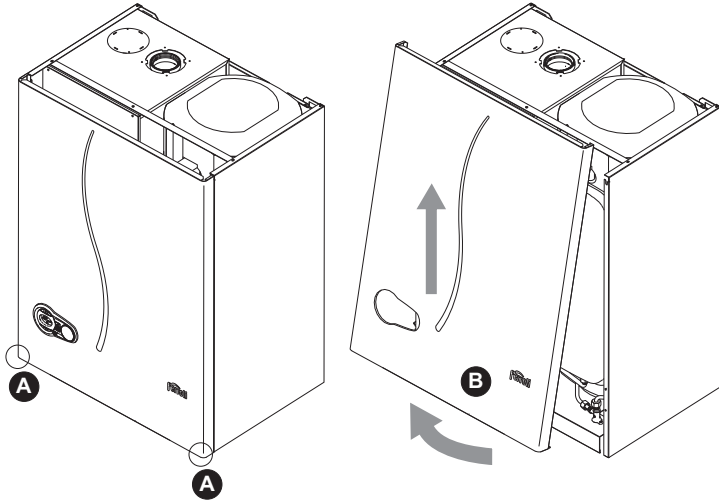

fig. 24 - Apertura del panel frontal
1. Desenroscar los tornillos **A** (ver fig. 24).